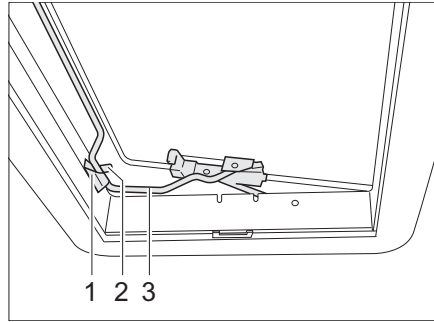

Fig. 48 Lanterneau Heki en position de ventilation 2
- Insérer l'étrier (Fig. 48,3) dans le support (Fig. 48,1).
- Placer le levier (Fig. 48,2) sur l'étrier.